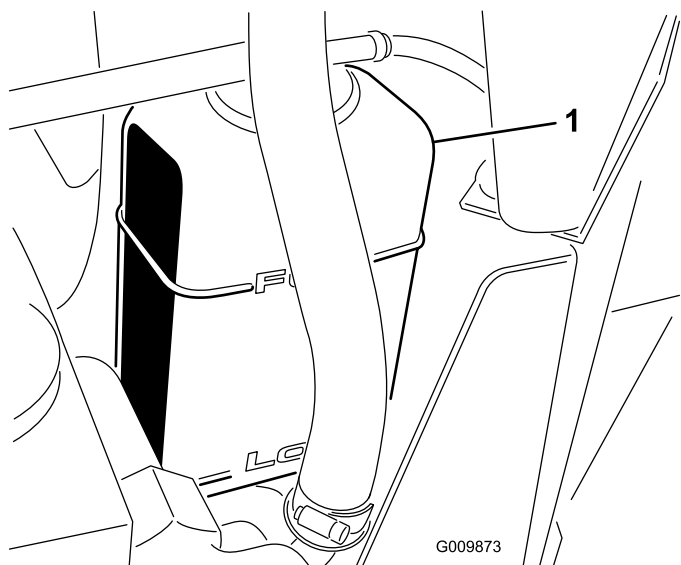

Figura 28
2. Compruebe el nivel de refrigerante del radiador y del depósito de expansión (Figura 28).